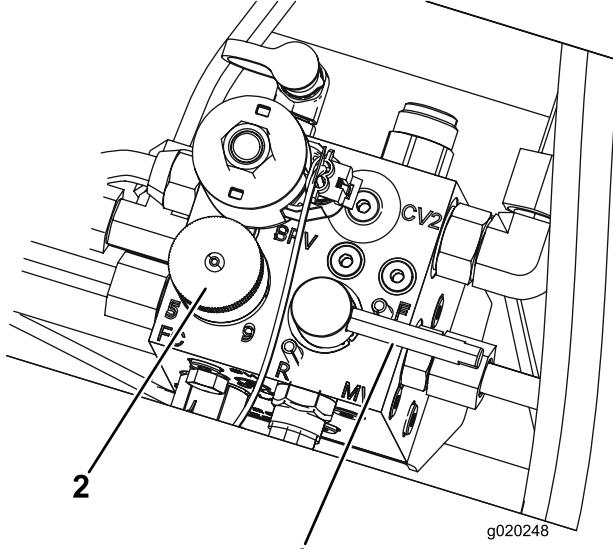

Figure 66
- Réglez le bouton de commande de vitesse des cylindres à la position 1 (Figure 66).
| 6. Tournez le levier de rodage à la position R (rodage) (Figure 66). |  |